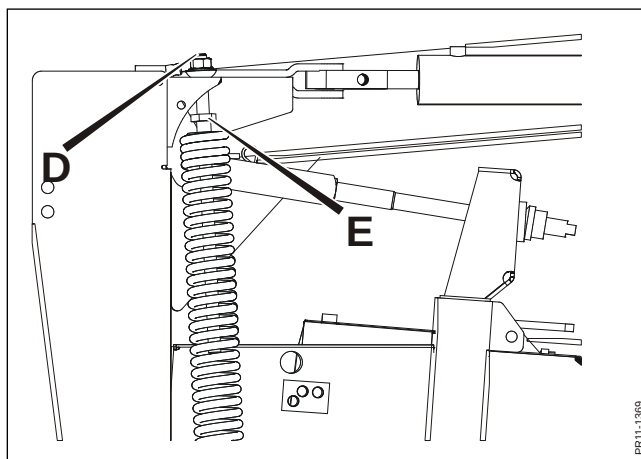

Fig. 3-7
- Fig. 3-7** 3) **Avlastningsfjädrarna** justeras med hjälp av spindeln **D**, till rotorbalken har ett lämpligt tryck emot marken.